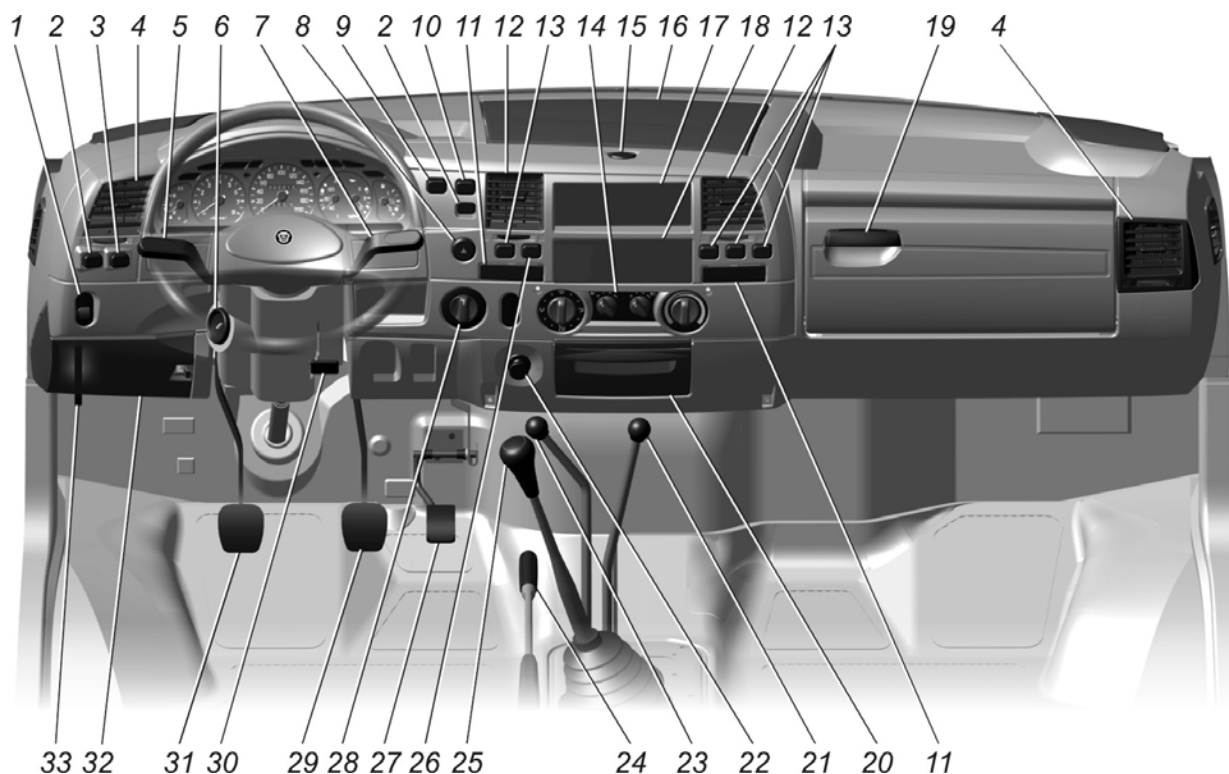

Рис. 5.1. Органы управления
*Расположение органов управления автомобиля показано на рис. 5.1.*